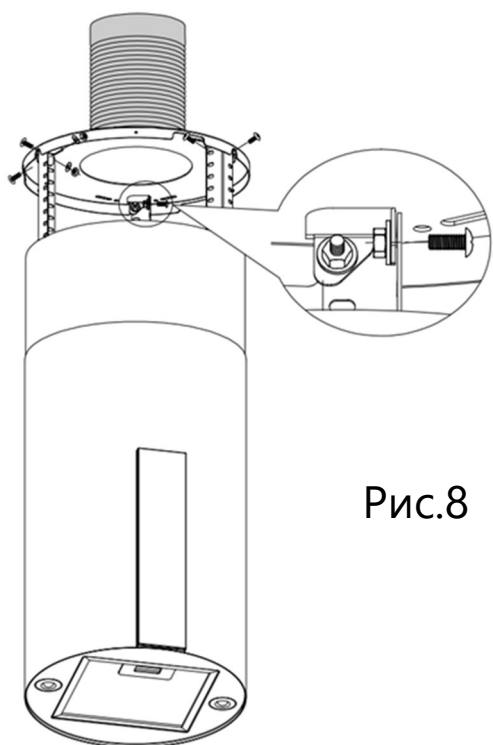

Рис.8
8. При необходимости, протяните вытяжную трубу в вентиляционное отверстие в потолке. С помощью 6-ти винтов M4x10 мм винтов, гаек M4 и уплотнительных колец присоедините угловые брусы к подвесному брусу на потолке - рис. 8.